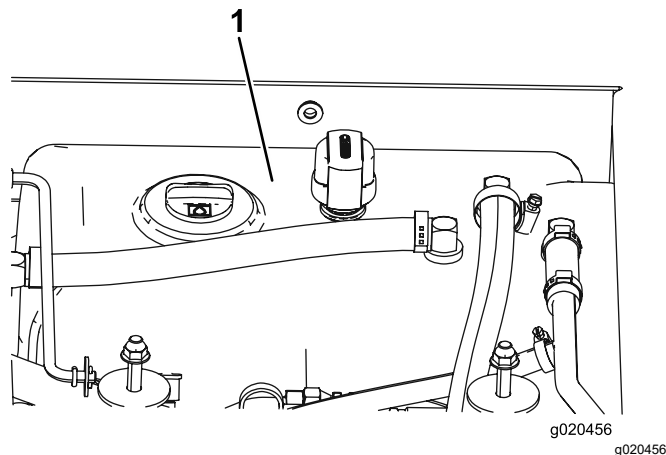

Figure 83
4. Remplissez le réservoir (Figure 83) de liquide hydraulique ; voir Contrôle du niveau de liquide hydraulique (page 75).